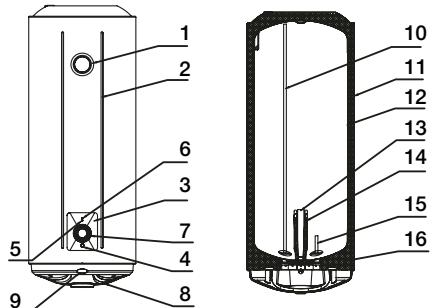

Рис. 1
1. Водонагреватели этой серии оснащены одним электрическим нагревательным элементом и могут работать в режиме полной или половинной мощности соответственно 1500 Вт или 750 Вт (водонагреватели емкостью 150 л в режиме мощности 2400 Вт или 1200 Вт). После подключения к источнику питания начнется нагрев в режиме 750 Вт (1200 Вт). Когда горит индикатор «Full power», значит включен режим полной мощности. Режим мощности регулируется нажатием кнопки «P» (рис. 1, п.4), одновременно будут гореть лампочка нагрева (рис. 1, п.5) и индикатор полной мощности (рис. 1, п.6).
полной мощности. С помощью ручки регулятора нагрева (рис. 1, п 7) установите требуемый уровень нагрева воды в диапазоне от min до max. Степень нагрева воды будет отображаться на шкале термометра (рис. 1, п 1). Режим «ECO» - экономичный режим, на шкале нагрева соответствует температуре 50–55°C. Нагрев воды отключается автоматически и включается для подогрева автоматически.